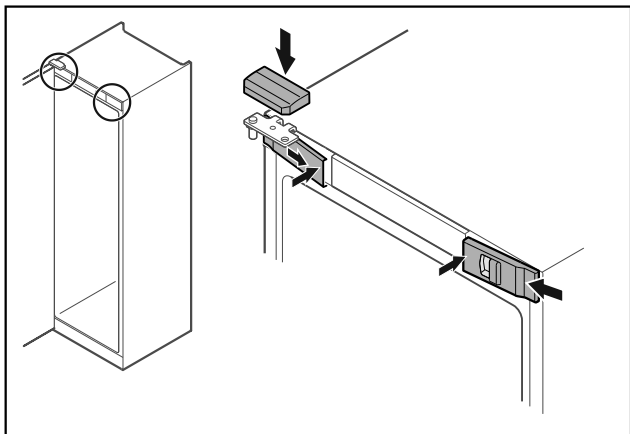

Fig. 47
- ▶ Akassza be oldalt az elülső burkolatokat Fig. 47 (1), és belül pattintsa be.
- ▶ Felülről pattintsa be a felső burkolatot Fig. 47 (2).